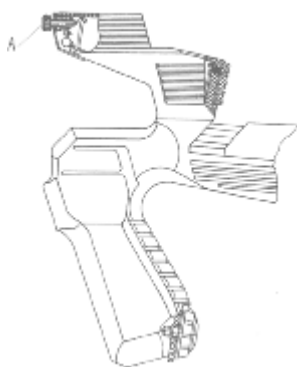

Рисунок 2 - Схема перископического устройства
5.9 Конструкция перископического устройства позволяет вести корректировку визуального обзора по вертикали при помощи регулировочного винта А (рисунок 2).